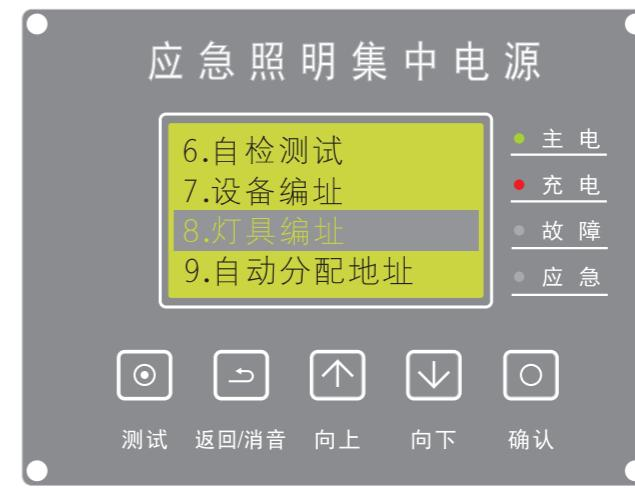

图18
(9)、灯具编址: 在主屏时, 按【确认】键进入菜单, 按【向上/向下】选择【灯具编址】(如图18)按【确认】键进入。